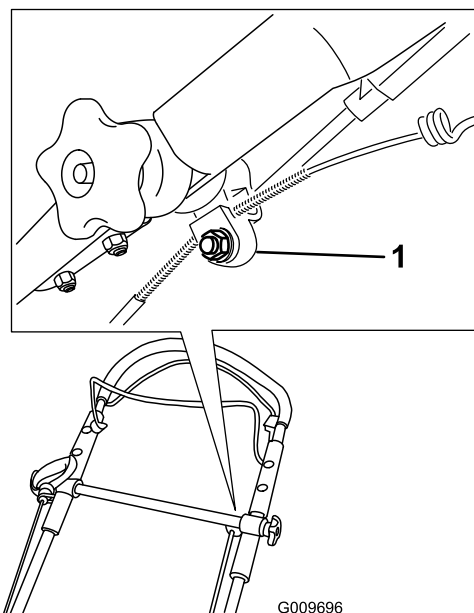

Bild 49
1. Lockern Sie die Mutter an der Kabelhalterung (Bild 49).